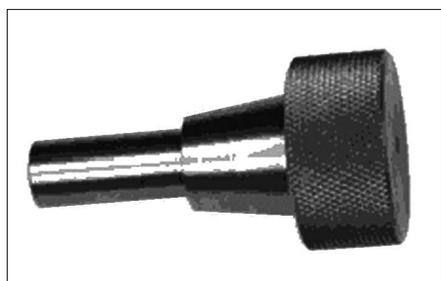

FIG. 1
- Centreur de mécanisme d'embrayage (réf : 21 6 100 ou 21 2 260) (Fig.1).